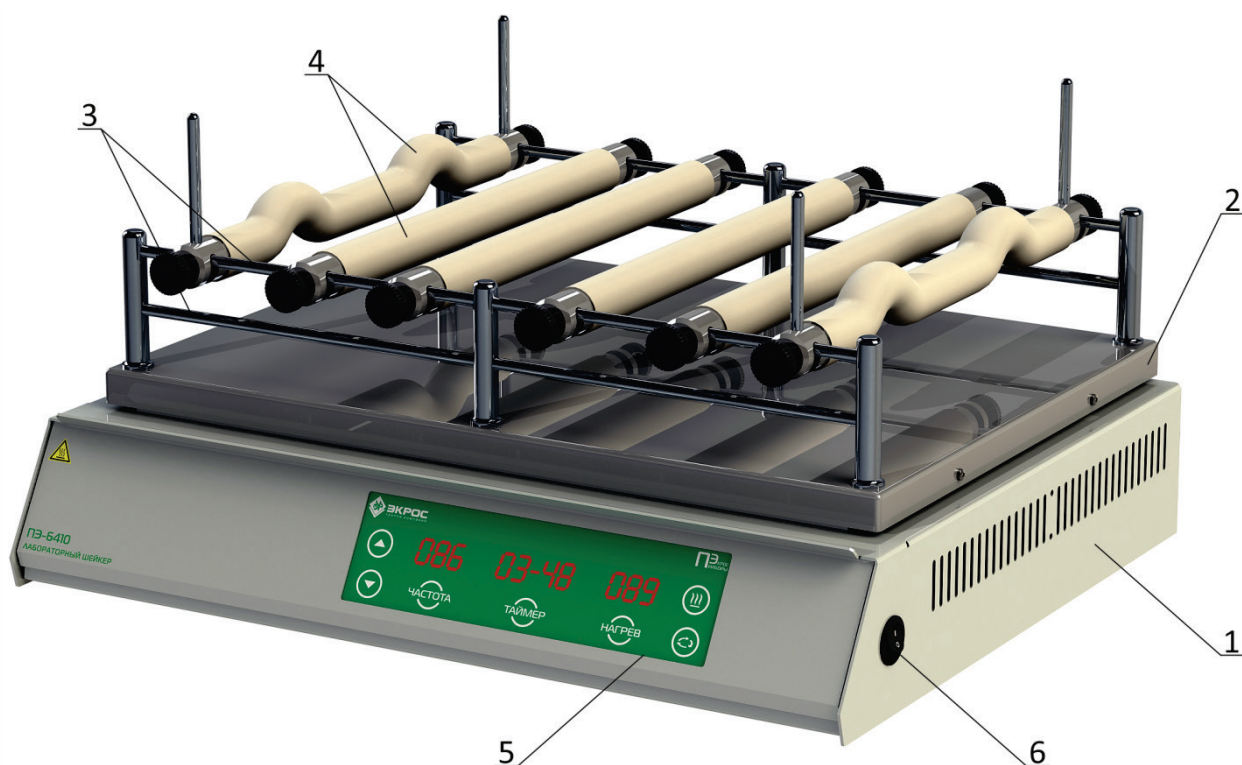

Рисунок 1
- 5.1. Шейкер (Рисунок 1) состоит из корпуса 1 и подвижной платформы 2.